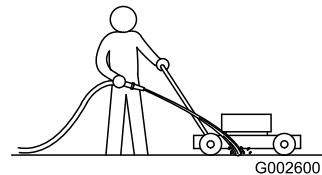

Bild 29
3. Lassen Sie den Motor bei eingekuppeltem Messer laufen und sprühen Sie Wasser vor das **rechte Hinterrad** (**Bild 29**).